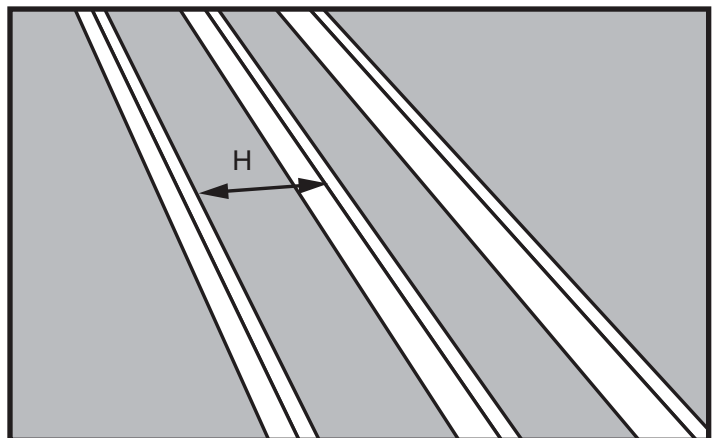

Figure 11
ÉTAPE 1. Mesurez la longueur de chevêtre "H" entre les solives (Voir la Figure 11).